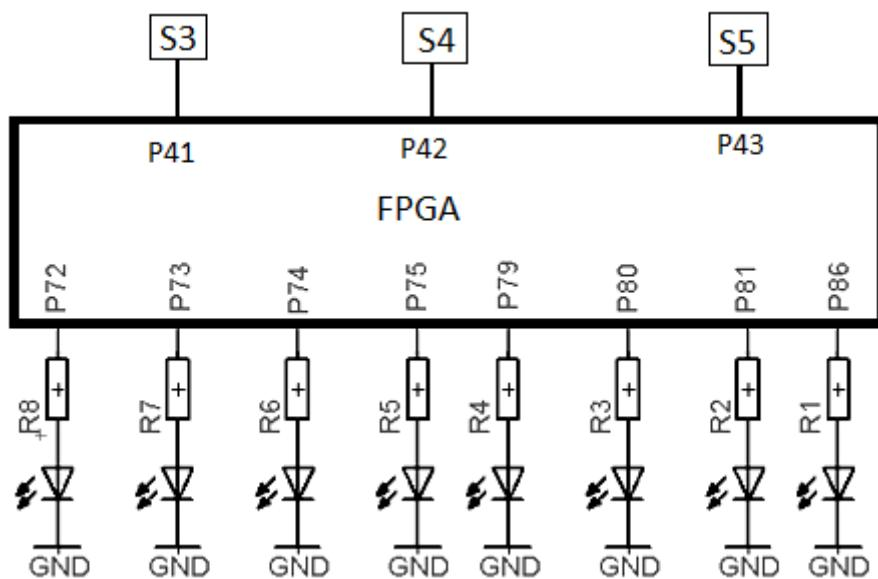

Figura 24
- para teste de funcionamento, deverá ser gravado o programa **DECOD_3_PARA_8** no FPGA, ligado as entradas S3, S4 e S5 por meio de jumpers e efetuada as combinações de entradas de acordo com o hardware da figura 24.